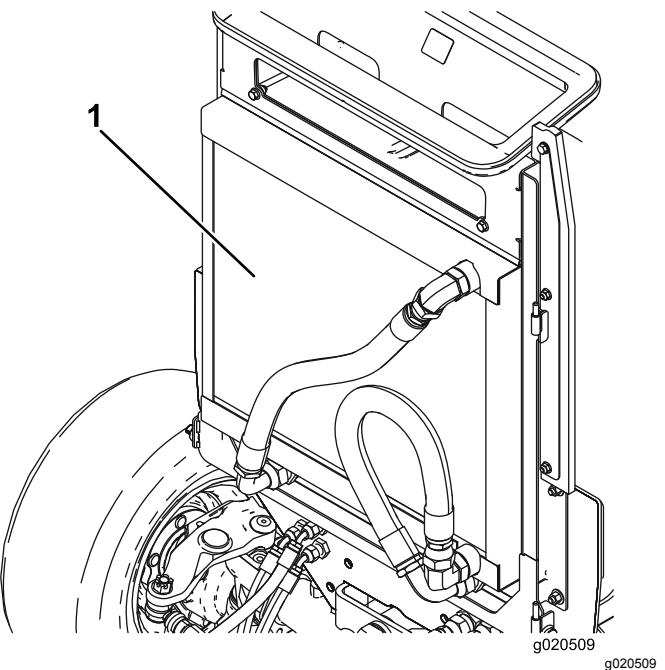

Figura 76
3. Limpe os dois lados do dispositivo de arrefecimento de óleo e o radiador (Figura 76) com ar comprimido. Comece a partir da parte frontal e sopre os detritos para fora na direção da parte posterior. Depois, limpe a partir da parte posterior e sopre na direção da parte frontal. Repita o procedimento várias vezes até remover toda a sujidade e detritos.